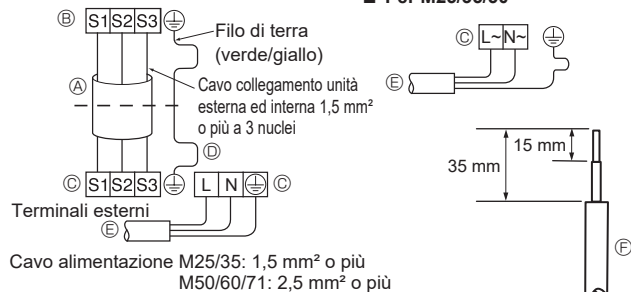
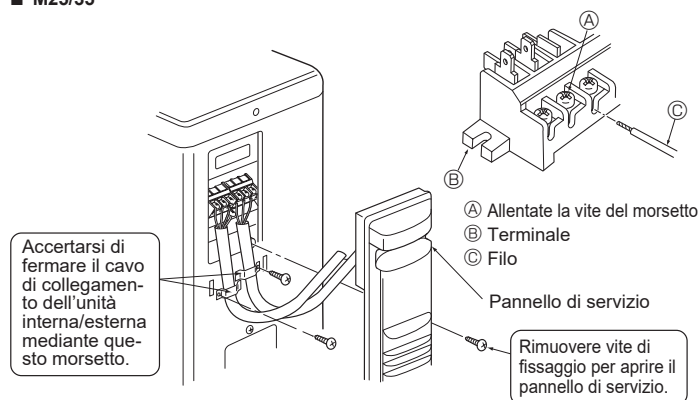
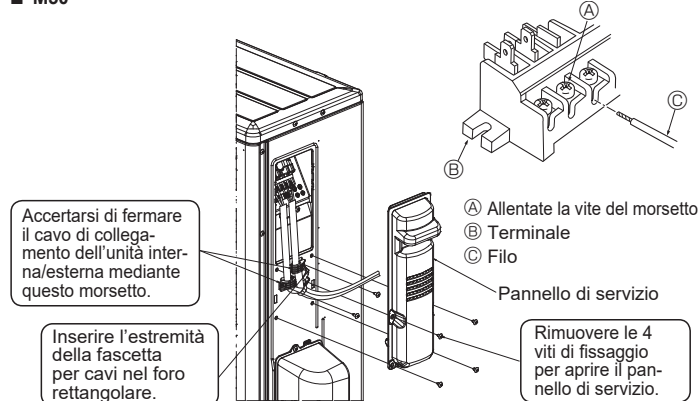
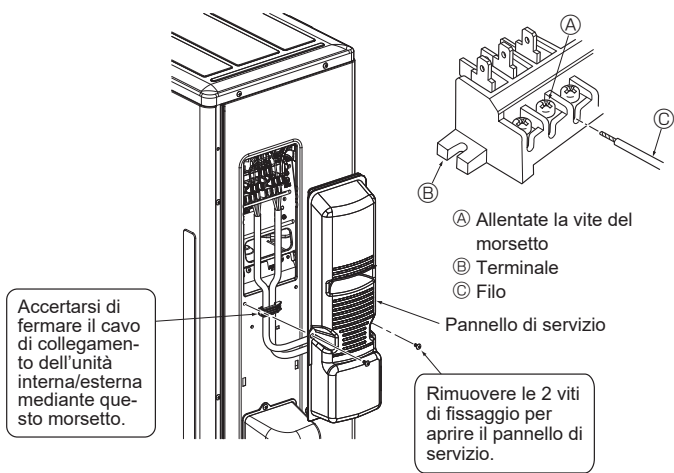

Fig. 6-2
Fig. 6-3
Fig. 6-4
Fig. 6-5
6.1. Unità esterna (Fig. 6-1, Fig. 6-2, Fig. 6-3, Fig. 6-4, Fig. 6-5)
- ① Rimuovere il pannello di servizio.
- ② Collegare i cavi facendo riferimento alla Fig. 6-1, Fig. 6-2, Fig. 6-3, Fig. 6-4 e Fig. 6-5.
- Eseguire i collegamenti elettrici seguendo lo schema ripreso qui sotto a sinistra (Procurarsi il cavo localmente). (Fig. 6-2)
- ① Cavo di collegamento
- ② Terminali interna
- ③ Terminali esterna
- ④ Installare sempre un filo di terra più lungo degli altri cavi.
- ⑤ Cavo di alimentazione
- ⑥ Filo